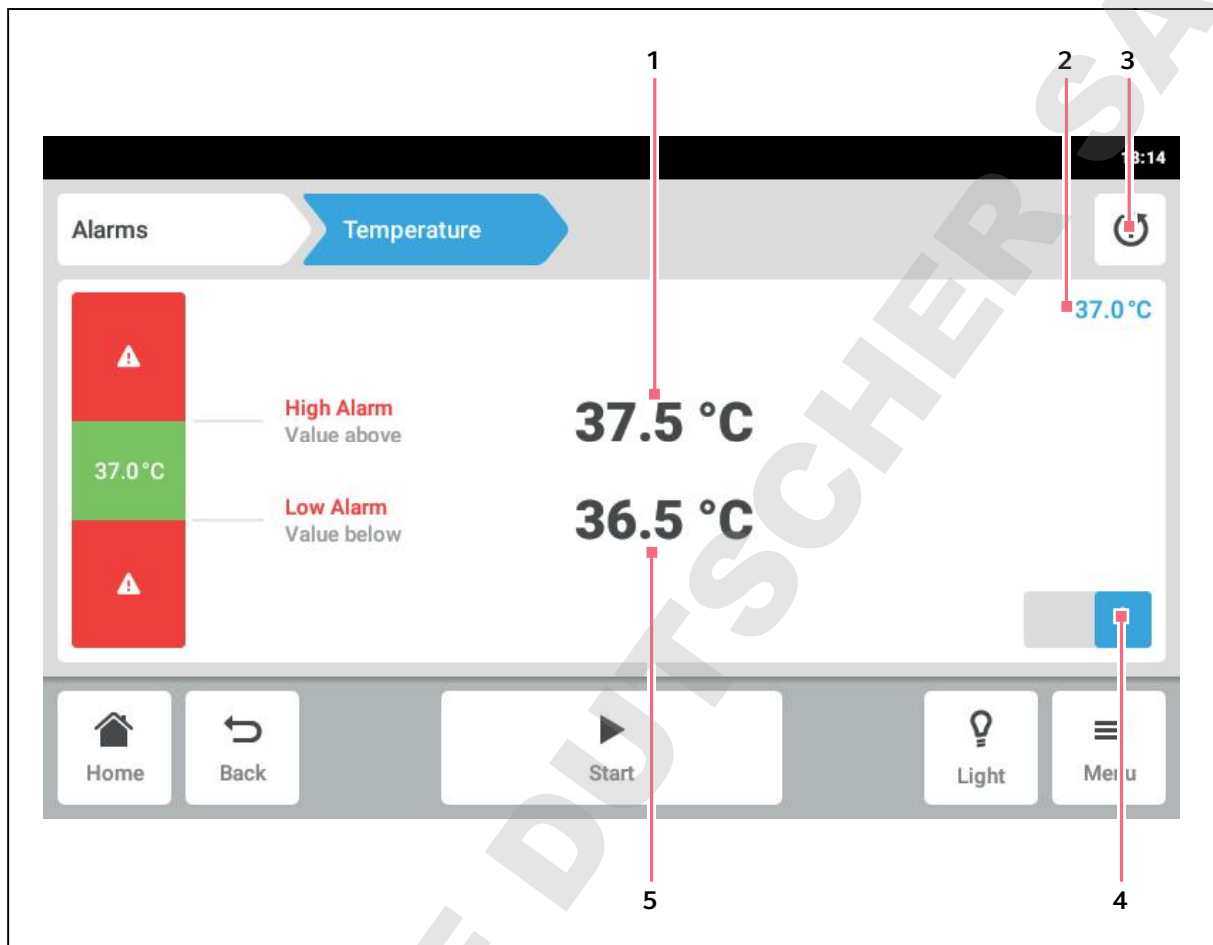

Fig. 8-5: Réglage d'une alarme
-  Si vous souhaitez réinitialiser l'alarme aux réglages d'usine, appuyez sur le bouton (voir Fig. 8-5 à la page 59) de retour aux réglages par défaut.